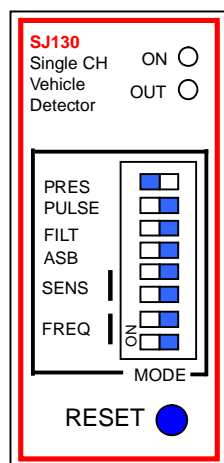

图 2 (前面板)
前面板 (见图 2) 配置 1 个电源指示 (ON)，1 个通道状态显示 (OUT)，1 个 8 位 DIP 拨动开关和 1 个复位按钮 (RESET)。后面板 (见图 3) 配置 1 个单 11 芯插头 (86CP11)。